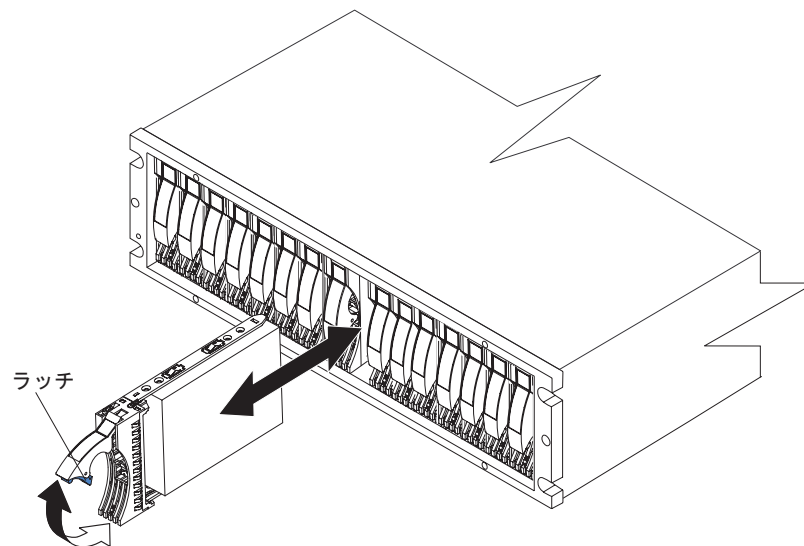

図 23. E-DDM の再取り付け
1. 図 23 に示すように、ハンドルを持ち上げて、トレイ・ハンドルのちょうつがいガストレージ・サブシステム・ベゼルの下のラッチに掛かるまで、E-DDM CRU を注意深く空のベイに押し込みます。